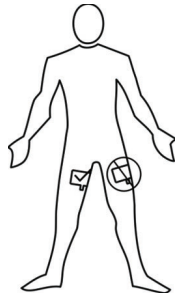

Figura 3: Local de aplicação
5. Aplique o elétrodo dispersivo no interior da coxa de uma das pernas com a patilha voltada para os pés do paciente; consulte a Figura 3. Evite tecido cicatrizado, áreas com osso, tecido excessivamente gordo e áreas de possível acumulação de fluido. Não aplique quando a circunferência da perna for inferior a 25 cm. Assegure-se de que não existem implantes metálicos, por ex., placas endoprostéticas ou de osteossíntese no percurso da corrente.